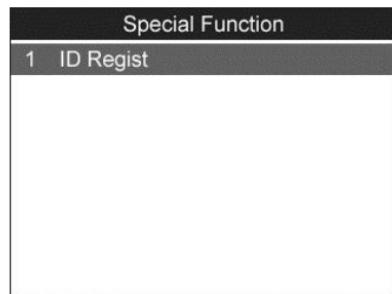

Figura 6.12
- 1) Desde el menú **Función Especial**, use el botón de desplazamiento **ARRIBA/ABAJO** para seleccionar la función **Registro de ID**. (Figura 6.12)